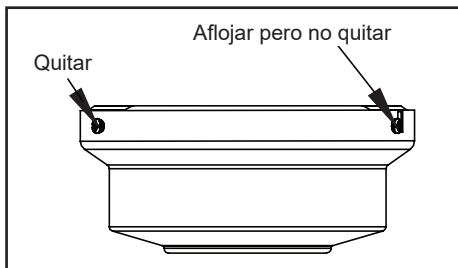

Figura 9
2. Retira el soporte de montaje de la cubierta aflojando los cuatro tornillos en la parte superior de la cubierta. Quita los dos tornillos sin ranura y afloja los tornillos ranurados. Esto te permitirá retirar el soporte de montaje (Figura 9)